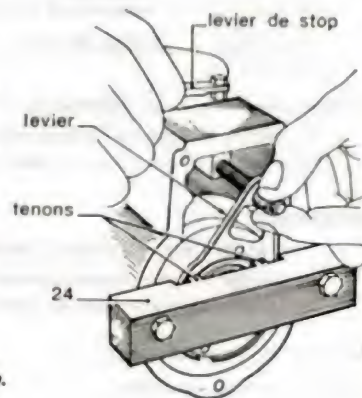

Fig. 20.
- Placer le montage spécial (24) côté tenons sur la face AR du carter (sans joint).
- Maintenir le plateau AR en butée sur les tenons du montage (24).
- Retirer le montage (24), placer le joint d'étanchéité puis monter le couvercle AR du régulateur (fig. 20).